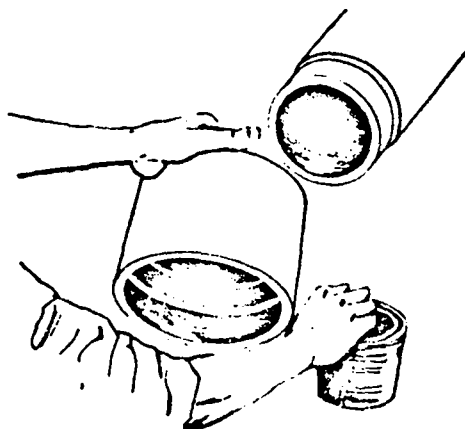

FIG. 4
4.º Passo — Limpe e lubrifique a ponta do tubo e o anel de borracha (fig. 4).